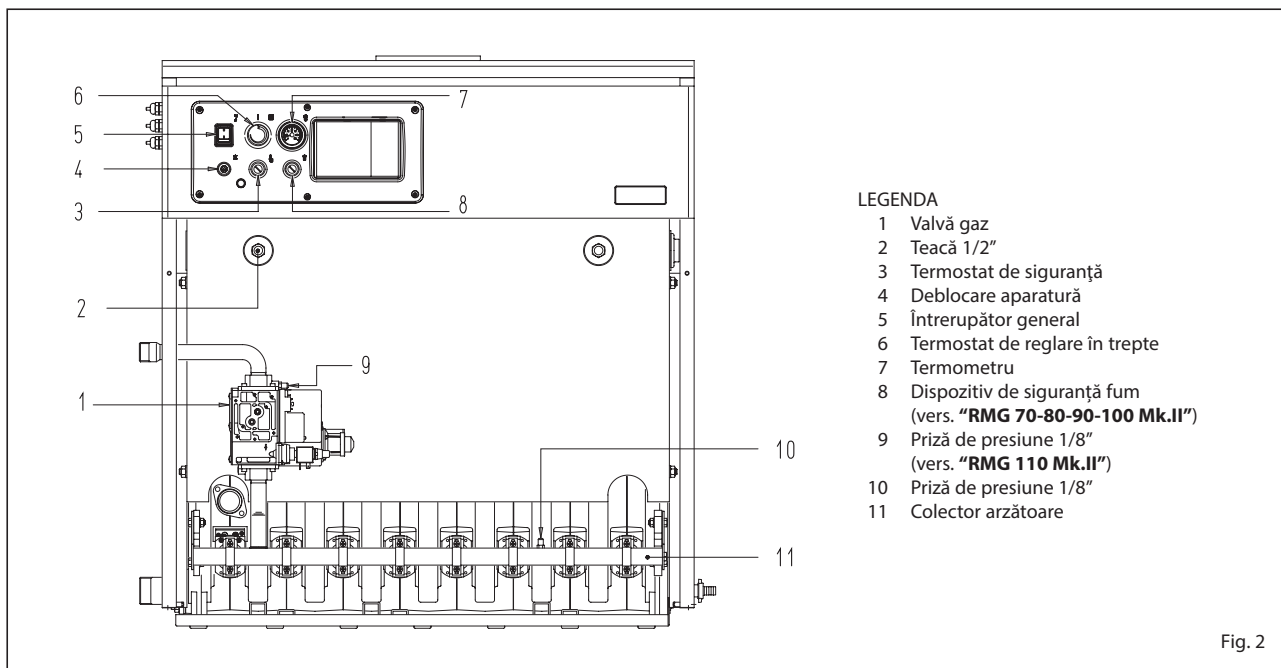

Fig. 2
1.4 COMPONENTE PRINCIPALE (fig. 2)